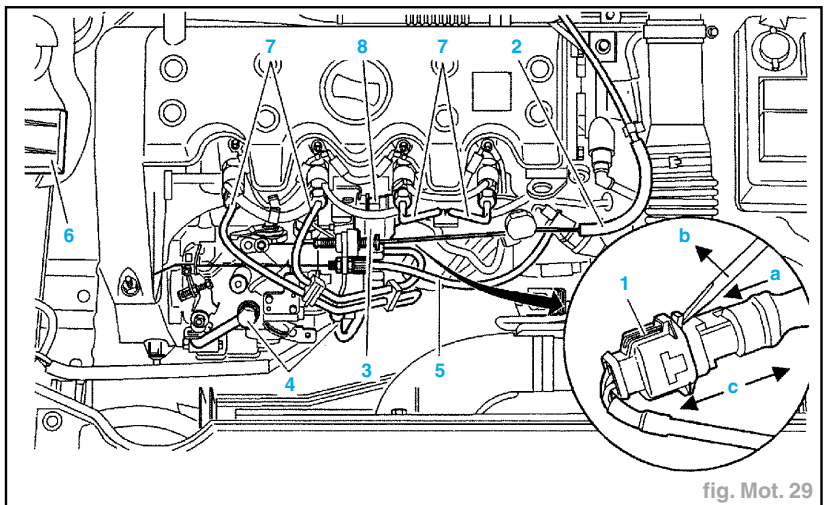

fig. Mot. 29
- Déposer le boîtier de pré-postchauffage (6) (fig. Mot. 29).
**Attention :** Pour déconnecter le connecteur 4 voies noir (1), abaisser avec précaution son ergot de verrouillage à l'aide d'un petit tournevis.
- le connecteur (8) (2 voies noir),
- le connecteur (3) (2 voies bleu).
- le câble d'accélérateur (2),
- le câble du ralenti accéléré (5),
- les tubes d'arrivée et de retour de carburant (4),
- les conduits (7) d'alimentation des injecteurs.